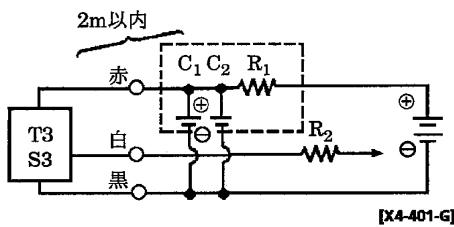

図7
- リード線配線長が10mを超える場合は図5、6(T2、S2の場合)、図7(T3の場合)に示す保護回路を必ず設けてください。